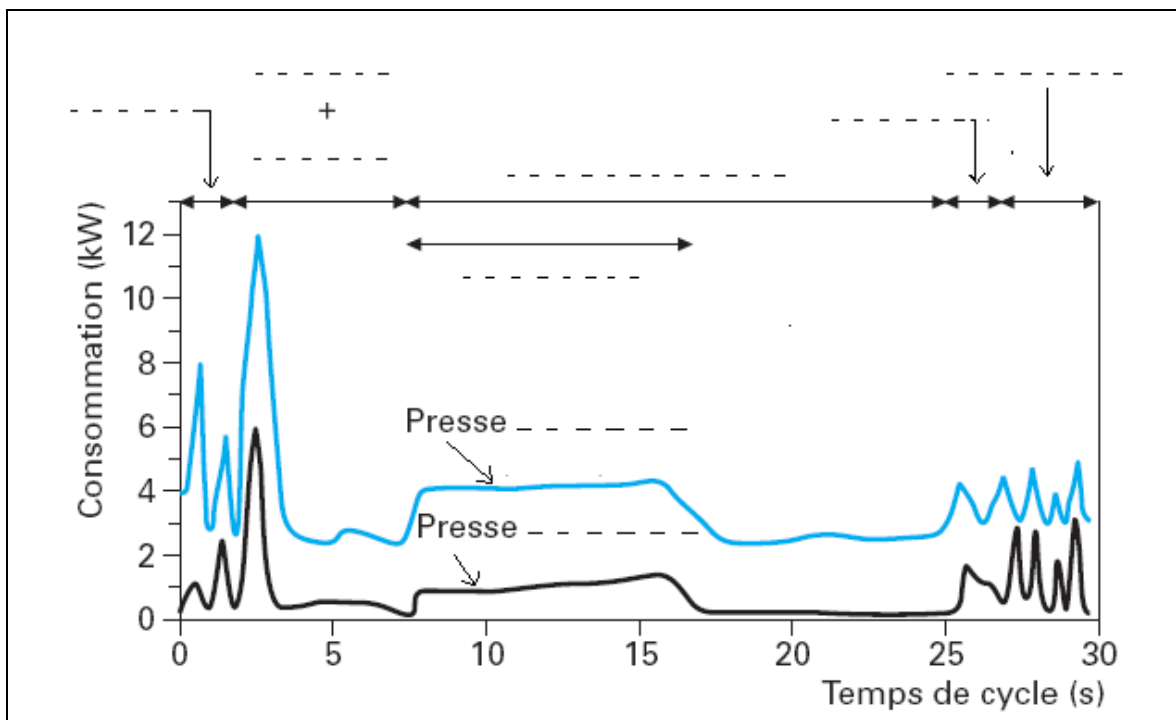

Figure 1 – Comparaison de consommation électrique
La figure 1 montre la consommation d'énergie en kW en fonction de temps pour une presse hydraulique et une presse électrique.
1. Compléter les six phases essentielles du procédé de moulage constituant le cycle de fabrication (figure 1) ;
2. Identifier pour chaque presse la courbe correspondante (figure 1) ;